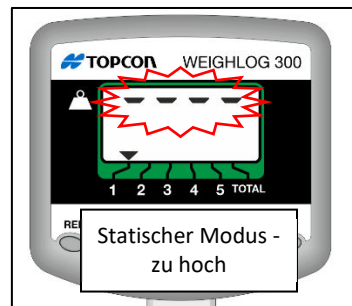

Abb. 5
- 4b. **Statisches Wiegen:** Heben Sie die Schaufel bis zur Referenzposition an und bringen Sie sie zum Stillstand. Es ertönt ein einzelner Signaltone. Wurde zu hoch ausgehoben, zeigt das Display 4 Striche an (Abb. 5). Senken Sie in diesem Fall die Schaufel, bis die Referenzposition erreicht ist.
1. Die Ladung in Wiegeposition heben. Ein Warnton ertönt und das „Live“-Gewicht wird angezeigt. Wurde zu hoch ausgehoben, zeigt das Display 4 Striche an (Abb. 5).